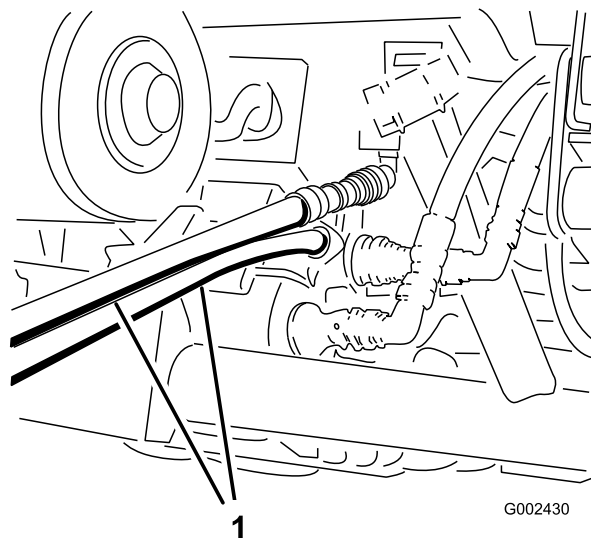

Figura 94
- No outro veículo, ligue as 2 mangueiras ao acoplador que ainda se encontra no suporte de acoplamento (ligue a mangueira superior ao acoplador superior e a mangueira inferior ao acoplador inferior (Figura 94)).